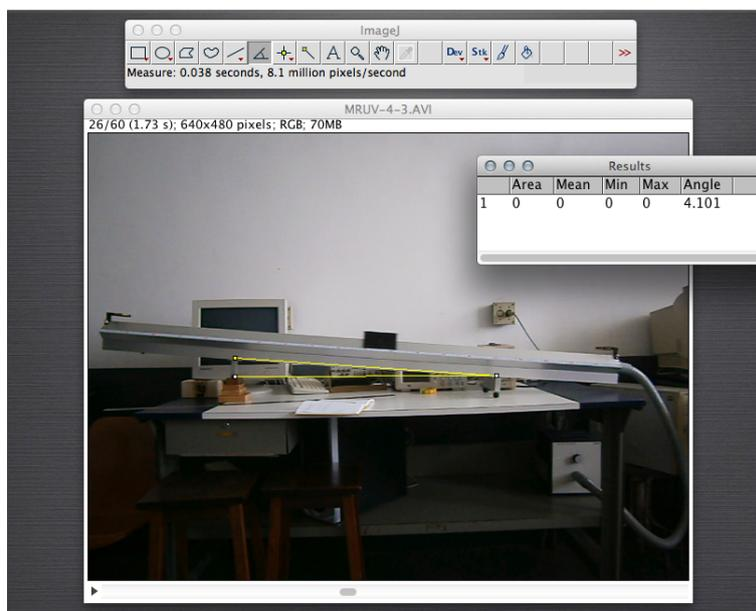

Figura E.8: ImageJ: valor do ângulo de inclinação do trilho
4. O resultado será mostrado em uma outra janela (Figura E.8), entre os quais estará o valor do ângulo desejado em graus.
- (b) Uma nova janela será aberta onde deve-ser informado o valor do ângulo de rotação, no nosso exemplo, o mesmo é de 4,101 graus (Figura E.8). Este ângulo deve ser informado com o sinal negativo (–) se queremos realizar uma rotação no sentido anti-horário ou com sinal positivo (+) se a rotação é no sentido horário.